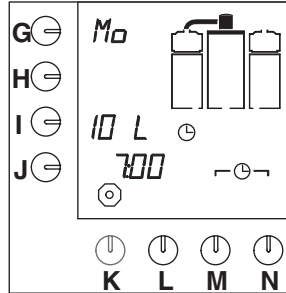

Fig. 15 Wachtstand tijd klok
- Het klokje in het display gaat knipperen en het systeem gaat op de ingestelde tijd koffiezetten. In het display verschijnt de wachtstand (fig. 15).